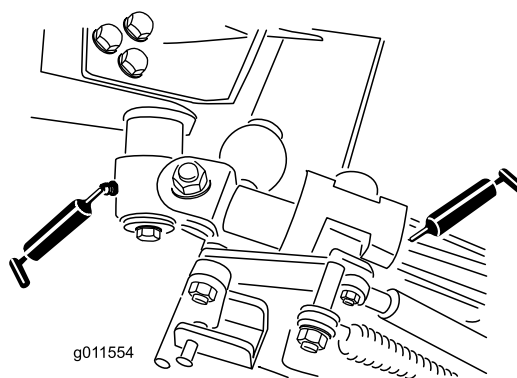

Figura 48
- Casquillos de pivote de la leva acodada (2) (Figura 48)
- Casquillos de los brazos traseros (4) (Figura 48)